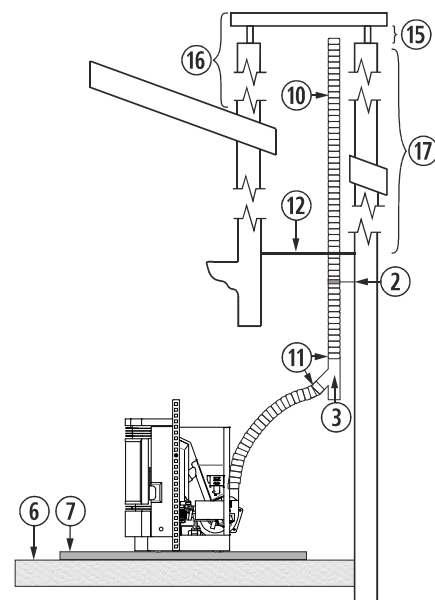

Figura 14
4.30. L'installazione di una stufa ad incasso in un caminetto può essere realizzata in completa totalità in un tubo flessibile, così come è indicato nella figura 14. Dobbiamo prestare speciale attenzione al momento di realizzare l'isolamento tra il caminetto e il tubo di fuoriuscita di gas per evitare possibili arretramenti di gas in caso di tormenta.
②	Collare di fissaggio in acciaio inox.
③	Giunto a "T" a 135° con filtro.
④	Curva a 45°.
⑥	Pavimento in legno.
⑦	Protezione non infiammabile.
⑩	Tubo in acciaio inossidabile flessibile.
⑪	Manicotto d'unione tra flessibile e rigido.
⑫	Isolante anti -arretramento.
⑮	Minimo 200mm.
⑯	Deve superare di 1 metro il tetto.